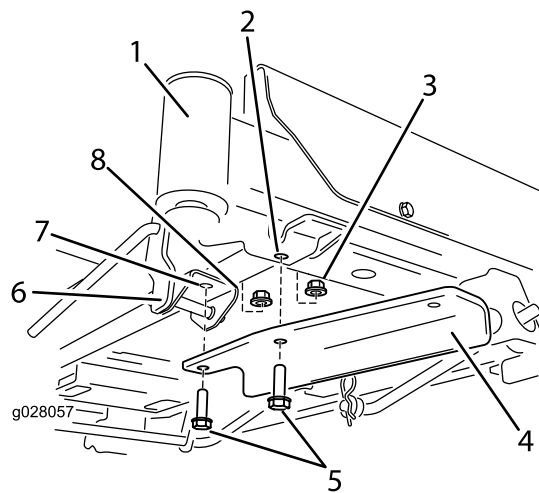

Figura 5
- Per le macchine dotate di pedale di sollevamento assistito: le rondelle non sono necessarie. Di contro, rimuovete i dispositivi di fissaggio frontale nella staffa del pedale di sollevamento assistito. Assicurate la staffa utilizzando i due bulloni e i due dadi di bloccaggio (Figura 5). Uno dei dadi di bloccaggio è a corredo nelle parti sciolte, l'altro è quello precedentemente rimosso.